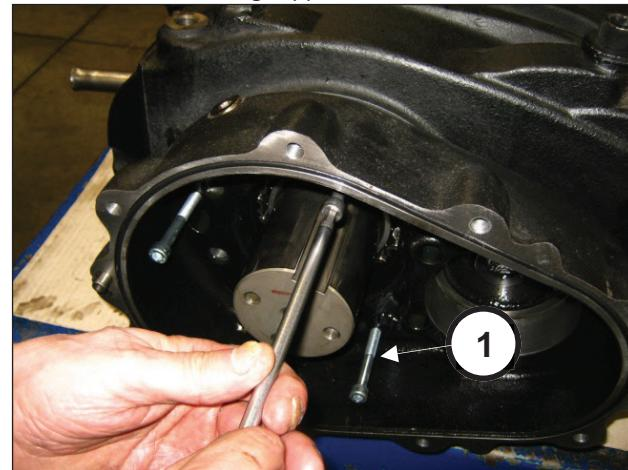

Fig. 23
Posizionare n. 3 grani o viti filettate M8 (pos. ①, Fig. 23) con la funzione di estrattori negli appositi fori.